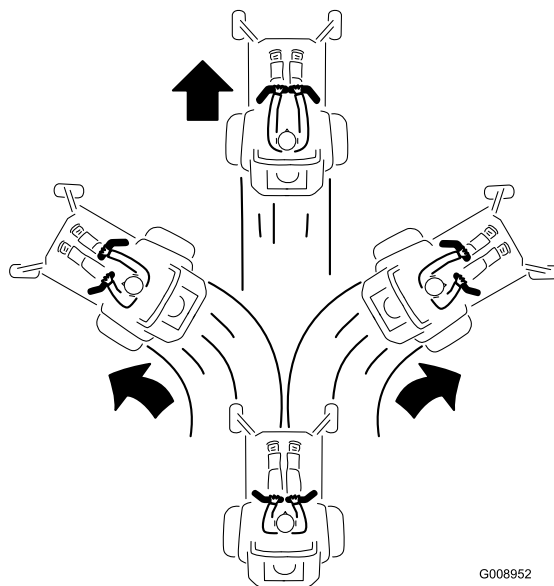

図 21
2. 前進するには、左右の走行コントロールレバーをゆっくりと前へ押し出す 図 21。